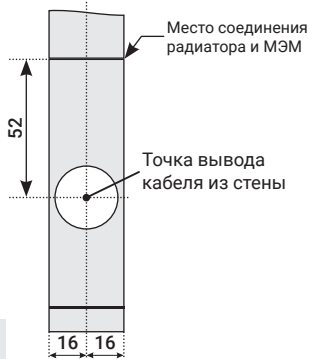

Рис.7
4.2.1. Для монтажа через скрытую проводку производитель рекомендует придерживаться следующих требований: кабель для подключения должен быть медным с сечением  $3 \times 1.5 \text{ мм}^2$ . Точка вывода кабеля из стены (рис. 7).